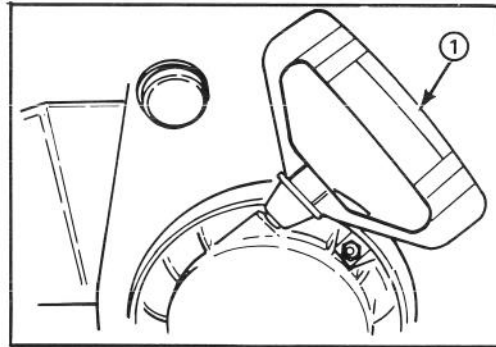

Abbildung 12
4. Langsam 0,62 Liter SAE 5W30 oder SAE 10 Öl in die Einfüllöffnung gießen (Abb. 12). Für den Motor ist ausschließlich hochwertiges HD-Öl der API-Klasse SC, SD, oder SE zu benutzen.
Griff am Ablenkblech (Abb. 12)—Der Ablenkblech-Griff sitzt oben am Auswurf und bestimmt die Schneeauswurfhöhe.
Rücklaufstarter (Abb. 12)—Der Rücklaufstarter befindet sich hinten am Motor und wird zum Starten des Motors herausgezogen.
6. Den Rücklaufstarter (Abb. 12) langsam so lange herausziehen, bis Widerstand spürbar ist; dann den Motor mit einem kräftigen Armzug herumwerfen. Den Startgriff festhalten und das Seil langsam zurückgleiten lassen.